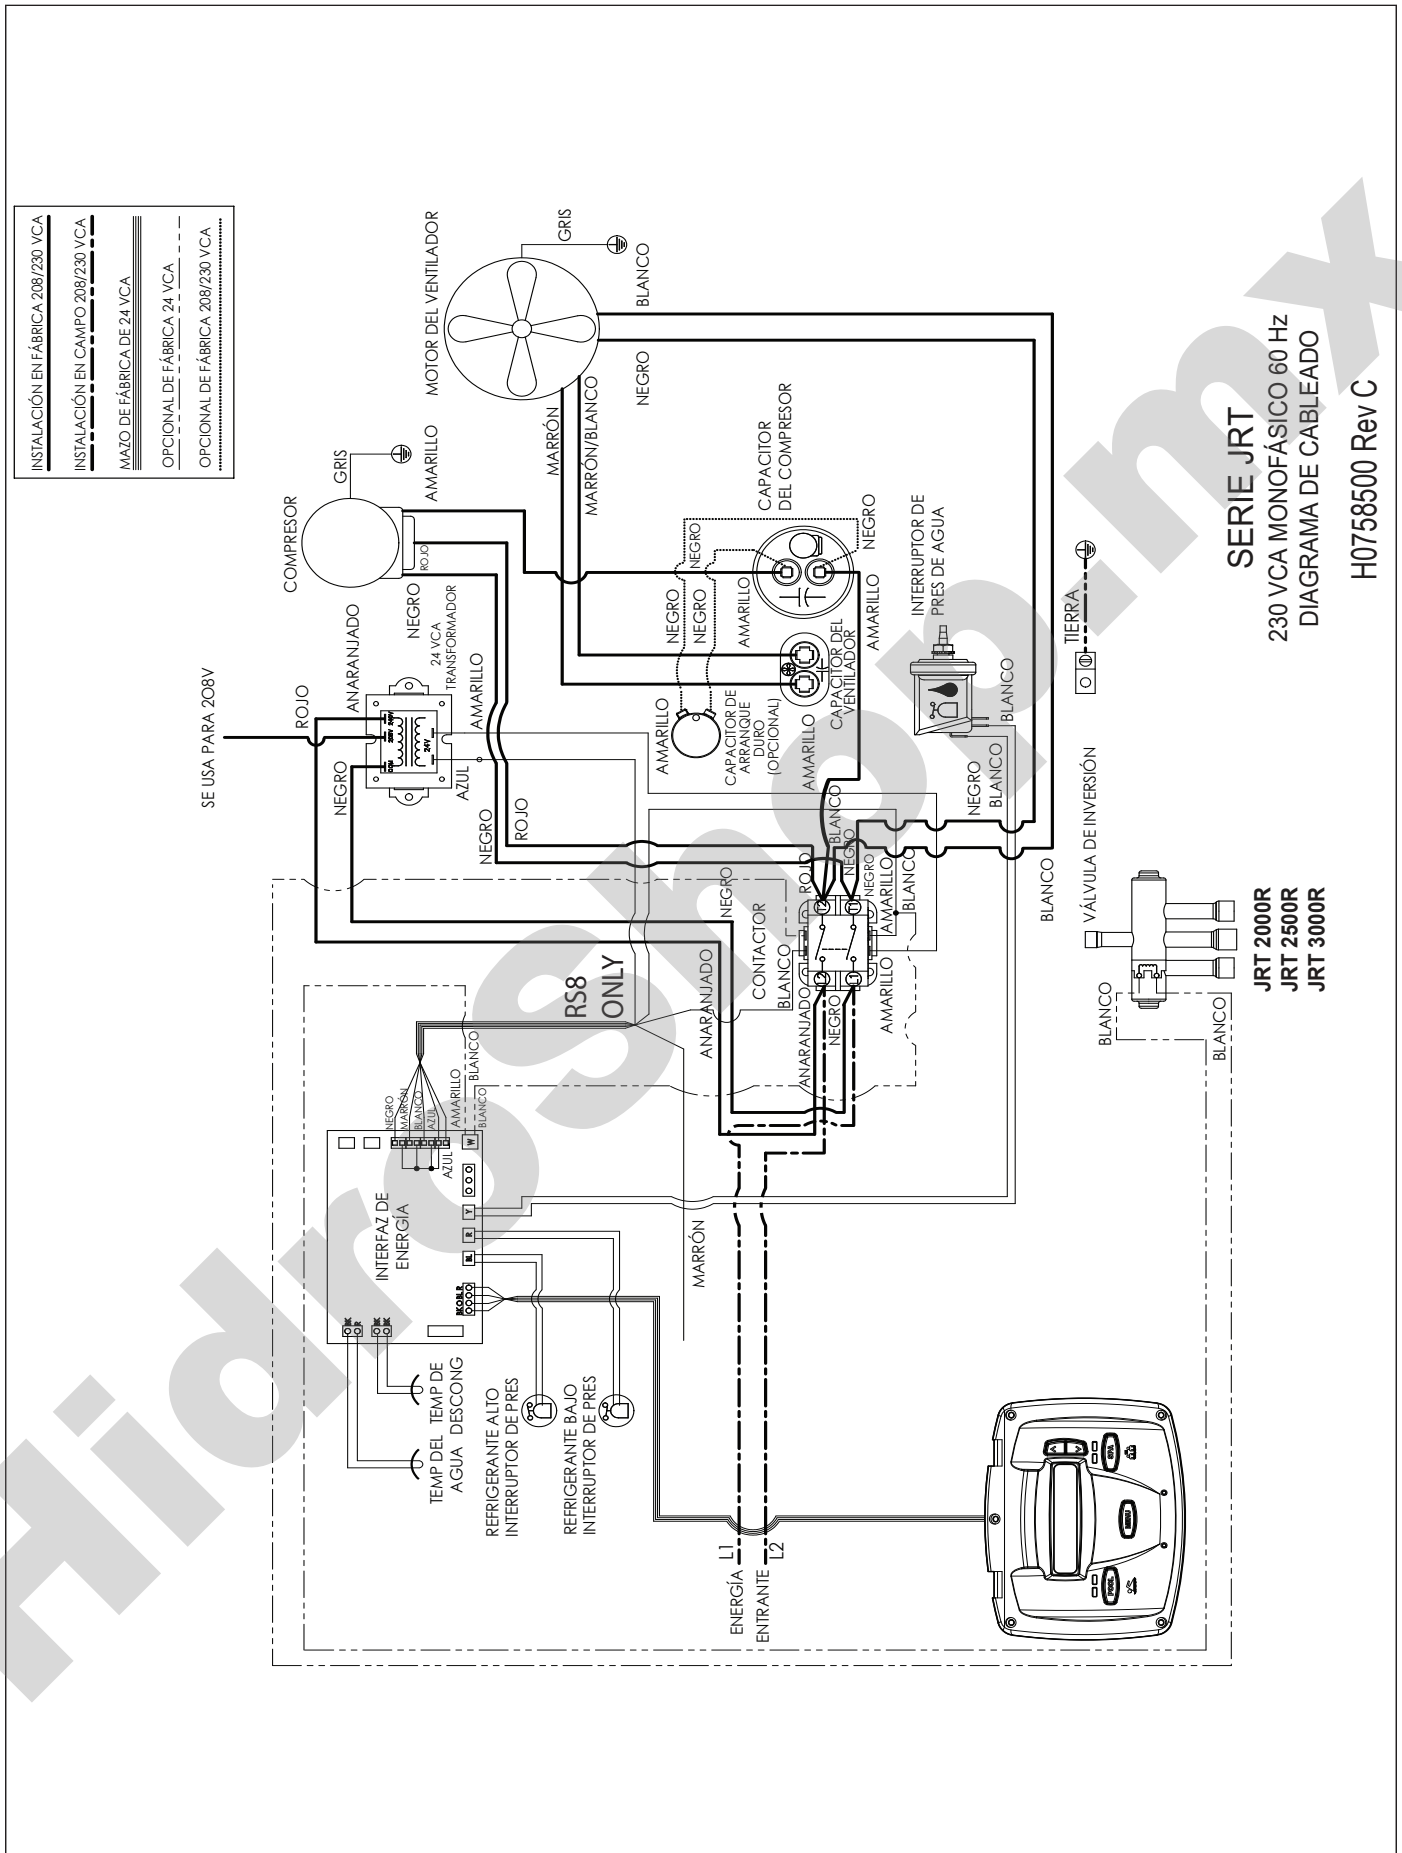
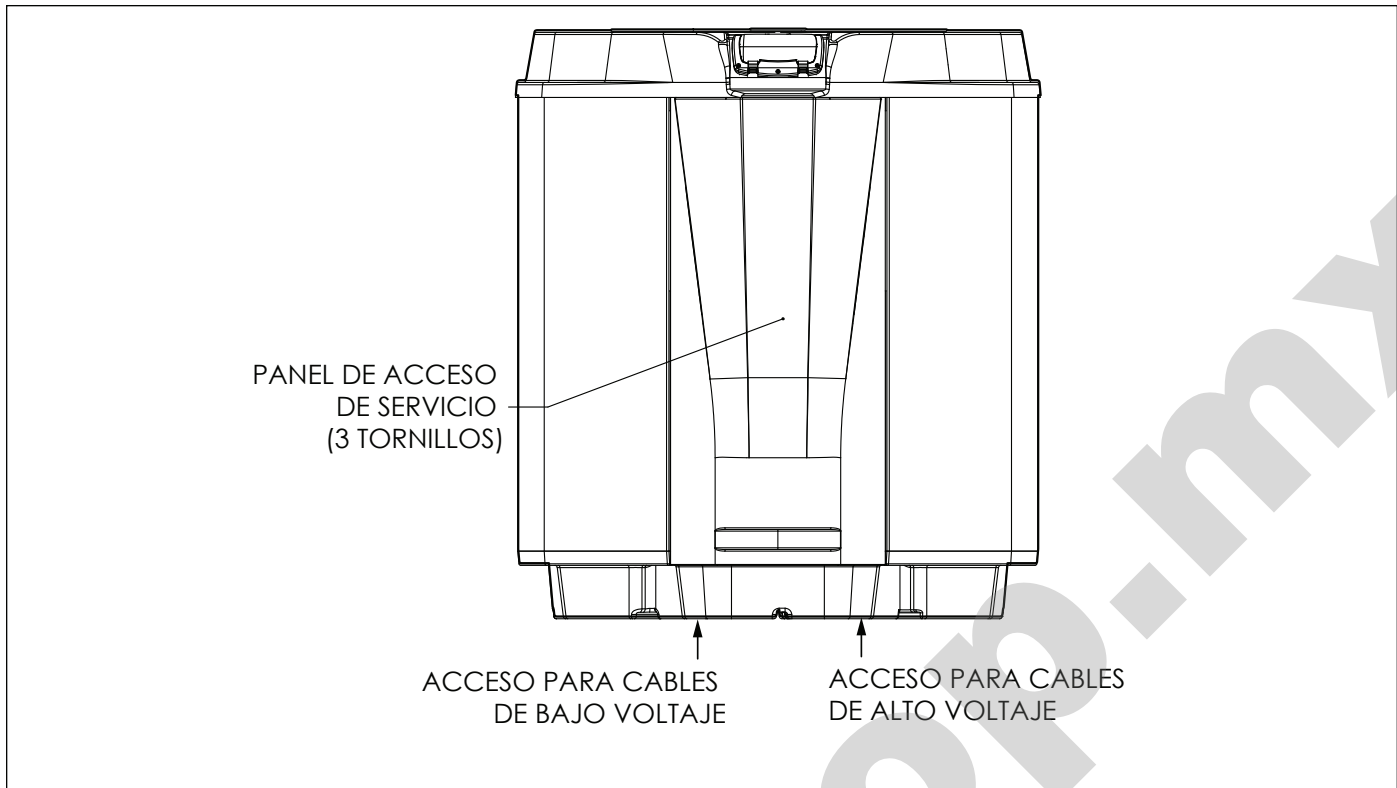

Figura 8. Diagrama de cableado para JRT con suministro eléctrico monofásico
Figura 9. Vista delantera de la bomba de calor Jandy JRT
Las conexiones del cableado deben hacerse exactamente como se muestra en el diagrama de cableado de la parte interior del compartimiento de acceso de la bomba de calor (consulte la Figura 8 para un cableado eléctrico monofásico). La bomba de calor debe incluir un medio definido de conexión a tierra y conexión equipotencial. Hay un terminal de conexión equipotencial en el lado derecho de la bomba de calor, donde debe conectarse un cable de conexión equipotencial.
2. Extraiga los tres (3) tornillos que conectan el panel de servicio/acceso a la unidad de la bomba de calor (consulte la Figura 9).
8. Conecte los cables a los terminales del contactor principal como se indica en el diagrama de cableado. Consulte la Figura 8.
2. Extraiga los tornillos que conectan el panel de servicio/acceso a la unidad de la bomba de calor y la cubierta de la caja de conexiones (consulte la Figura 9).
3. Tienda los cables del sistema de control de la piscina/del hidromasaje hasta la conexión de conducto etiquetada "Low Voltage Connection" (Conexión de bajo voltaje) y ubicada en la parte inferior derecha de la bomba de calor (consulte la Figura 9).
2. Extraiga los tres (3) tornillos que conectan el panel delantero a la bomba de calor y extraiga el panel delantero. Consulte la Figura 9.
5. Tienda cuatro (4) cables de cobre macizo 22 AWG hacia adentro de la membrana blanda de bajo voltaje ubicada en la parte inferior izquierda de la bomba de calor. Los cables pueden tener hasta 300 pies (91,4 m) de largo.
6. Conecte los cables en el terminal de 4 posiciones de la esquina inferior izquierda de la placa de PC de la interfaz de energía etiquetada como “User Interface1” (Interfaz de usuario 1). Consulte la Figura 8. Los cables se agregarán al cableado existente a la interfaz del usuario instalada en la bomba de calor.